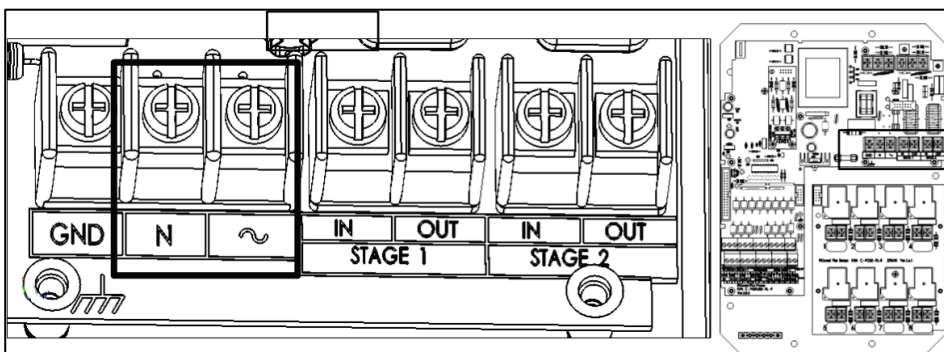

Figura 4: Porturi de alimentare cu energie
5. Folosind voltmetrul, puneți și sondele pe  $\sim$  și N (Figura 4). Voltmetrul afișează alimentarea cu energie a Pig Guard Plus.